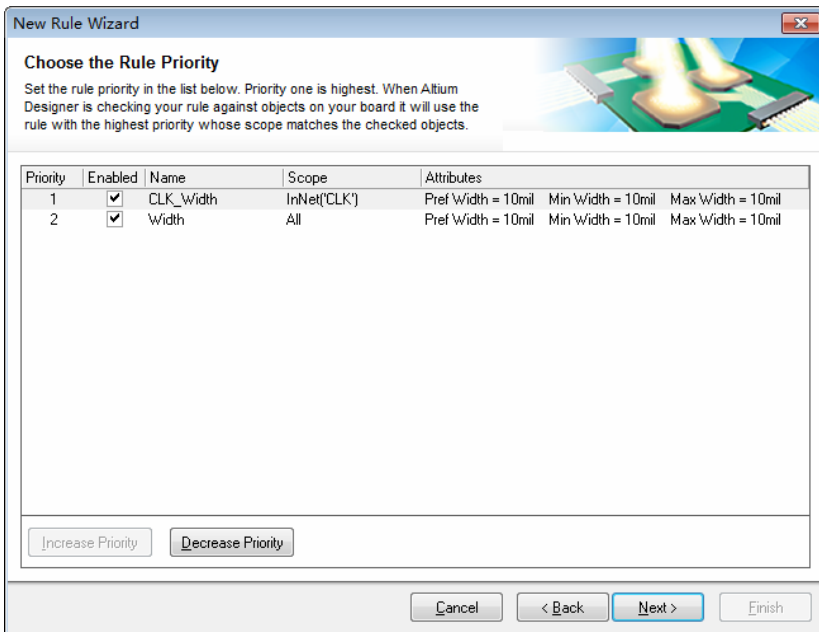

图 12-59 选择设计规则优先级
(6) 单击 Next 按钮, 进入选择设计规则优先级界面, 这里保持系统默认优先级设置不变, 即新建的设计规则优先级最高, 如图 12-59 所示。